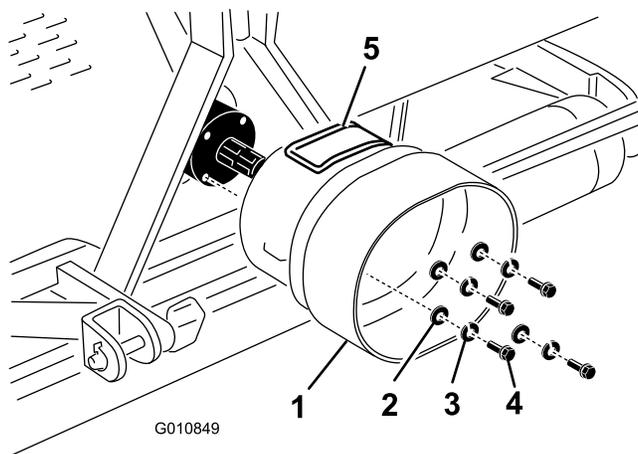

Bild 16
- Entfernen Sie die vier Schrauben, Sicherungsscheiben und Flachscheiben, die hinten am Aerifizierergetriebe befestigt sind (Bild 16).
- Befestigen Sie das Zapfwellenschutzblech mit den vorher entfernten Befestigungen am Aerifizierergetriebe (Bild 16). Achten Sie bei der Montage des Zapfwellenschutzbleches darauf, dass die Abdeckung (Bild 16) nach oben oder zur Seite positioniert ist, abhängig von der Konfiguration des Aerifiziererrahmens.
Hinweis: Sie können die Abdeckung (Bild 16) öffnen, um die Zapfwellenbefestigungen leichter zu entfernen und zu montieren.